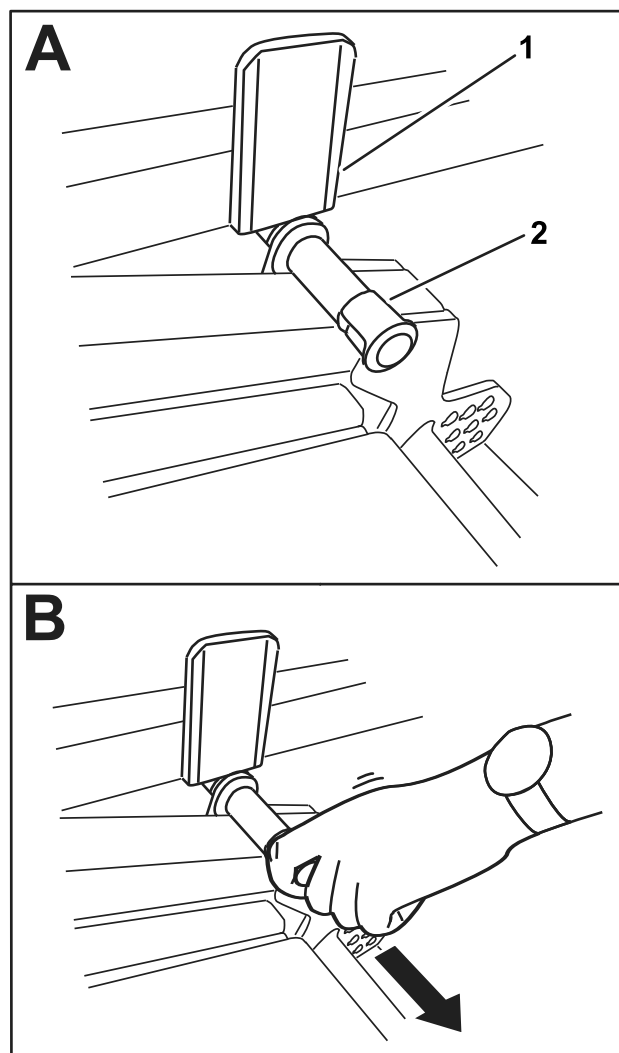

Figura 42
2. Rotii încet unitatea de tăiere în jos până când tiftul intră în contact cu placa braului de ridicare (A din Figura 42).
3. Apăsai în jos unitatea de tăiere cu piciorul, apoi scoatei tiftul (B din Figura 42) pentru a o lăsa să se azeze în poziția de TRANSPORT.